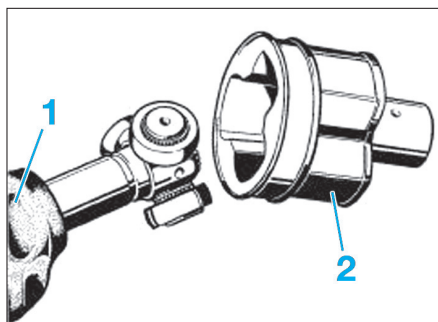

Fig. 7
- Retrousser le soufflet (1) sur l'arbre de transmission puis déposer le fourreau tulipé (2) (Fig.7).